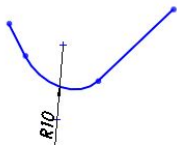

图 2-33 绘制圆角
(3) 选择两条相交的线段或选择其交叉点，即可绘制出圆角，如图 2-33 所示。